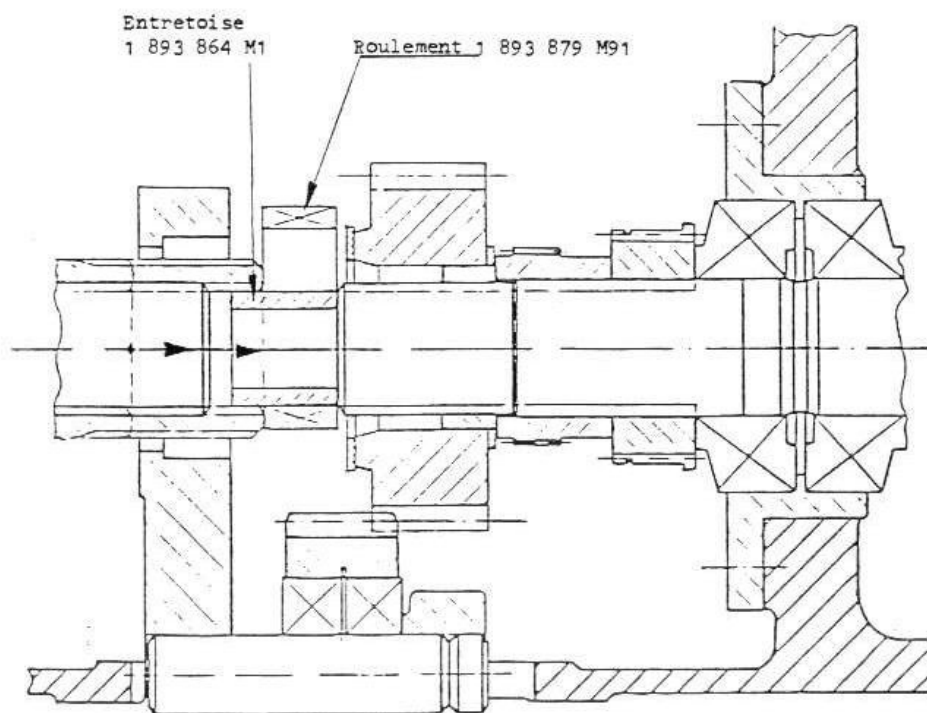
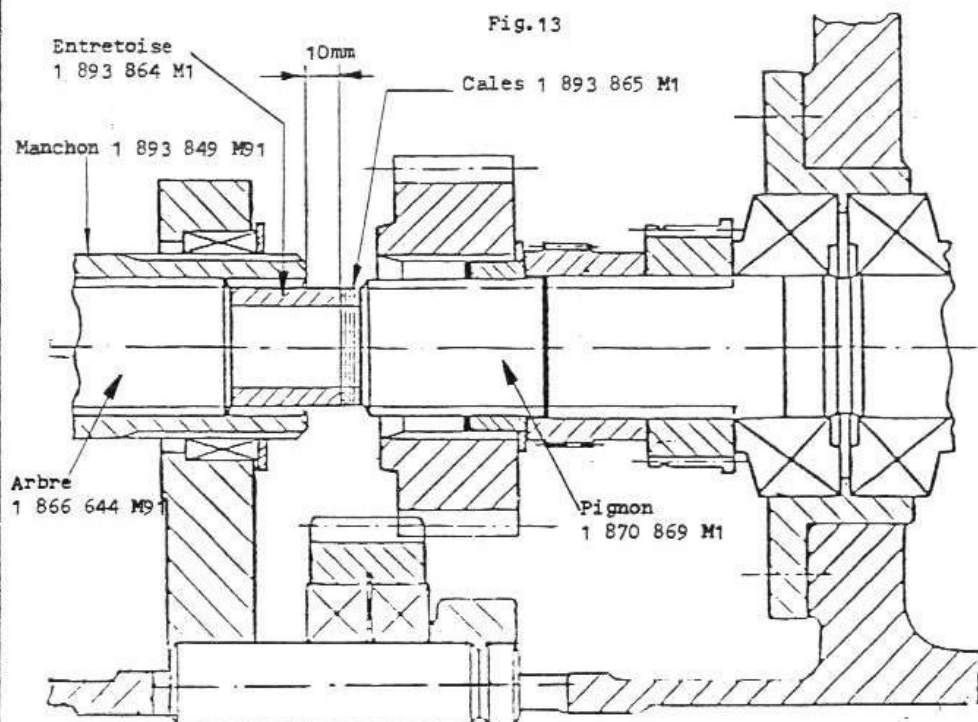

Fig.9
Fig.14
- Mesurer la distance (D) afin de mettre en place la douille entretoise illustrée fig. 9 avec le nombre de cales d'épaisseur correspondant de façon à éliminer complètement le jeu entre les deux arbres. La disposition des cales est illustrée à la fig. 14.
— Disposer la bague entretoise 1893864 M1 à l'intérieur du roulement 1893879 M 91 puis placer ces deux éléments comme illustré fig. 9. Dans le même temps repousser l'arbre dans le sens de la flèche jusqu'à ce qu'il soit en butée sur l'entretoise.
- Maintenir ces cales en place en poussant l'arbre 1866644 M91 vers l'arrière (voir fig. 14) afin qu'elles ne tombent pas dans le carter.